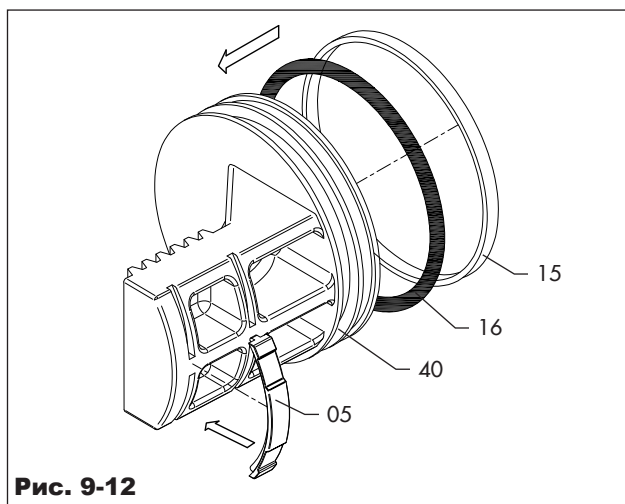
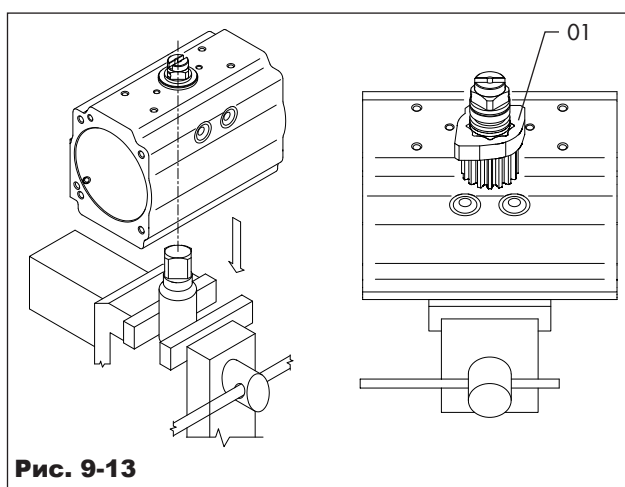
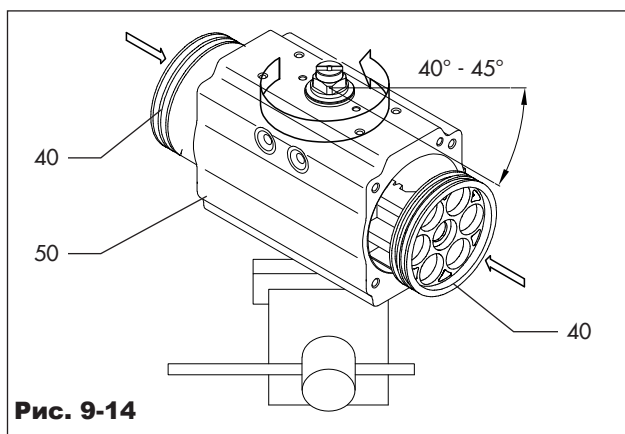

Рис. 9-12
Рис. 9-13
Рис. 9-14
См. рис. 9-1, рис. 9-12, рис. 9-13 и рис. 9-14.
- Смажьте и установите на поршни (40) уплотнительные кольца (16), вкладыши поршня (05) и упорные подшипники (15).
- Смажьте внутреннюю поверхность корпуса (50) и зубья рейки поршня (40).
- Вставьте гнездовое соединение приводного вала (60/60.1) в зафиксированную надлежащим образом муфту. (Рис. 9-13)
- Убедитесь, что устройство ОСТИ-САМ (01) находится в правильном положении, как показано на рис. 9-13.
- Поверните корпус (50) примерно на 40–45° по часовой стрелке, если смотреть сверху, как показано на рис. 9-14.
- Вставьте и одновременно вдавите два поршня (40) внутрь корпуса (50), пока они не придут в зацепление.
- Затем поворачивайте корпус (50) против часовой стрелки, если смотреть сверху, до завершения хода поршней.